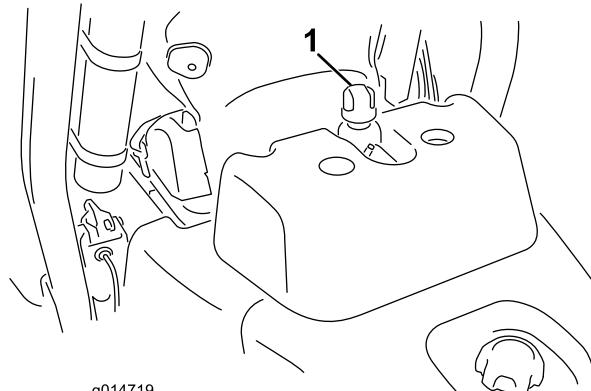

Bild 30
2. Nehmen Sie den Deckel vom Behälter ab (Bild 30).